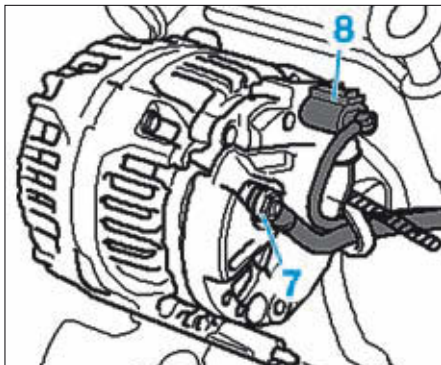

FIG. 5
- Débrancher la borne (7), puis le connecteur (8) (Fig.5).